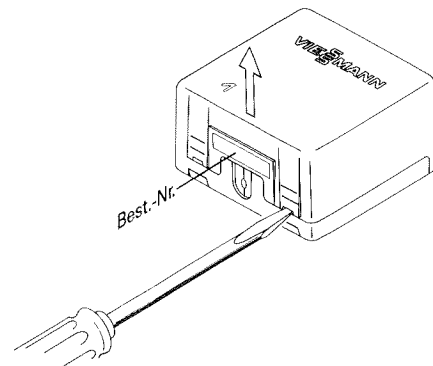

Abb. 3.2
1. Die beiden Befestigungsklammern an der Unterseite des Gehäuses mit einem Schraubendreher aus der Arretierung hebeln und die Kappe nach oben wegnehmen (Abb. 3.2).